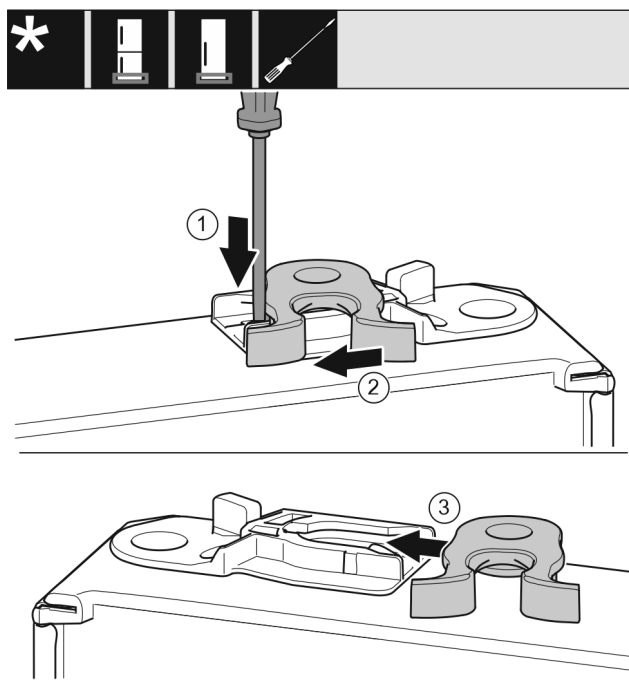

Fig. 23
- Spingere verso il basso la linguetta Fig. 23 (1) con il cacciavite a intaglio.
- Estrarre il gancio di chiusura Fig. 23 (2) dalla guida.
- Spostare il gancio di chiusura Fig. 23 (3) sull'altro lato nella guida.